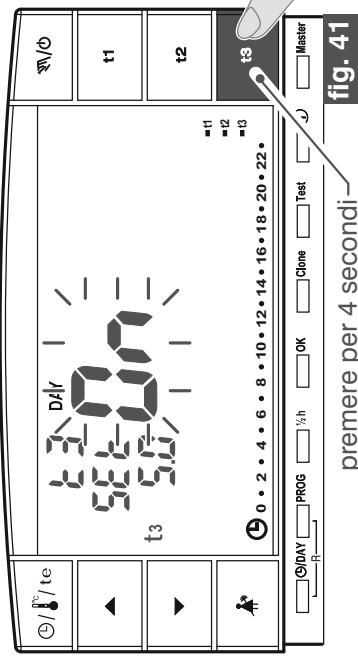

fig. 41
- Tenere premuto il tasto **t3** fino alla comparsa sul display della scritta lampeggiante **ON** (funzione attivata) oppure **OFF** (funzione disattivata) più la scritta della temperatura di set **t3** al momento impostata (esempio **5.0c** - fig. 41).